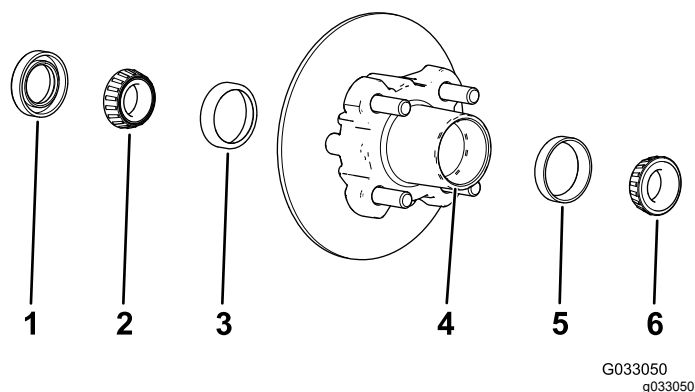

Figura 26
1. Retire el cojinete exterior y el anillo de rodadura del cubo (Figura 26).
2. Retire la junta y el cojinete interior del cubo (Figura 26).
4. Limpie el hueco del cubo para eliminar cualquier resto de grasa, suciedad y residuos (Figura 26).
6. Llene el hueco del cubo hasta un 50 – 80% de su capacidad con grasa del tipo especificado (Figura 26).
7. Monte el cojinete interior sobre el anillo en el lado interior del cubo e instale la junta (Figura 26).